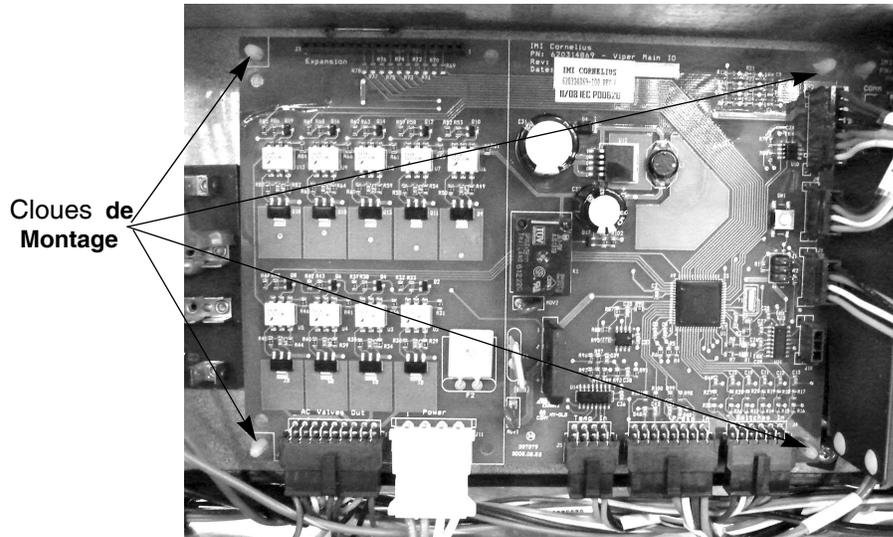

Figure 53. Vue de la carte de contrôle dans E-Box
La carte de contrôle est située dans l'E-Box. Elle est montée sur le panneau sur quatre (4) cloues de montage en plastique, comme sur la Figure 53. Afin de changer la carte de contrôle, veuillez exécuter la procédure du Tableau 60.